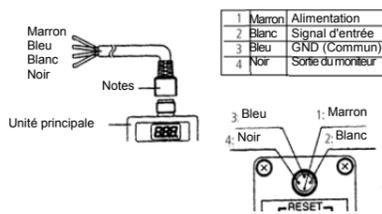

Figure 6 — Détails de raccordement
- Pressez les touches Bas et Haut (Fig 6) ensemble durant plus de 3 secondes.